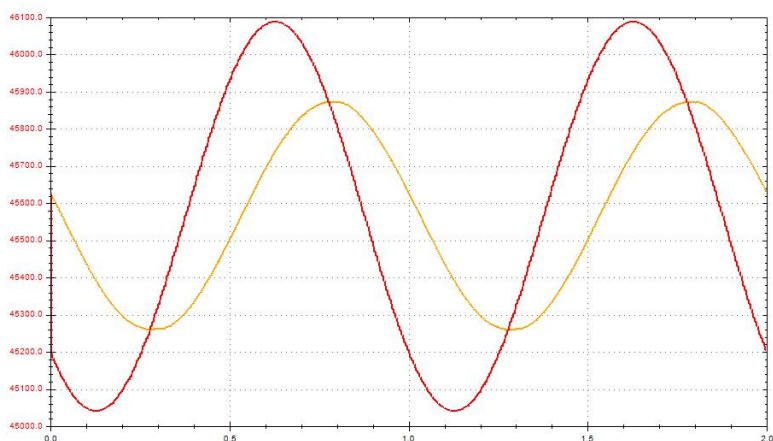

图 15-10 位置环正弦波激励波形
5. 速度环激励类型可选择正弦波激励，正弦波激励最终波形应该接近图 15-10 的波形。